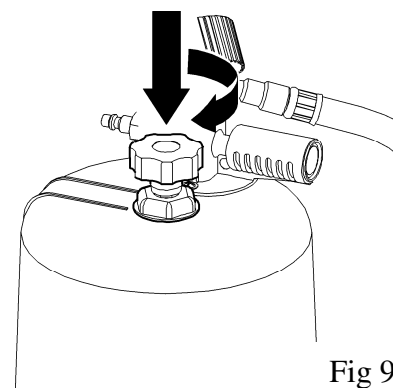

Fig 9
To transfer the oil from the inspection chamber to the container, press down the knob and twist to lock it in open position. See fig 9.
(SE) Stäng ventilen när sugningen är avslutad. För att tömma den transparenta vakuumentanken ned till spilloljetanken, trycks ratten ned, vrids och låses i öppet läge. Se fig 9.